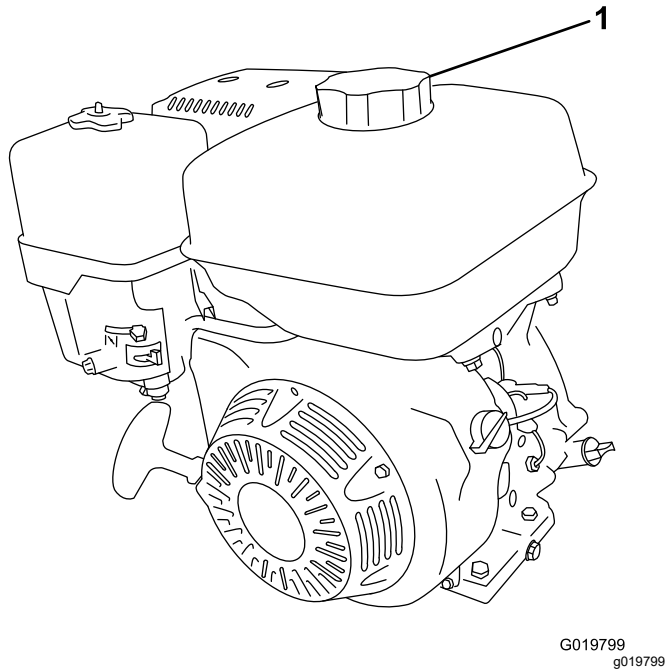

Figura 7
2. Limpie alrededor del tapón de combustible y retire el tapón (**Figura 7**).
4. Coloque el tapón del depósito de combustible firmemente (**Figura 7**).
2. Mueva la válvula de combustible a la posición de CERRADO (Figura 7).
- Mueva la palanca del estérter a la posición de CERRADO (Figura 7).
- Mueva la palanca del acelerador a la posición de RÁPIDO (Figura 7).
- Tire del arrancador suavemente hasta que note resistencia, luego tire con fuerza (Figura 7). Deje que el arrancador vuelva lentamente a su posición inicial.